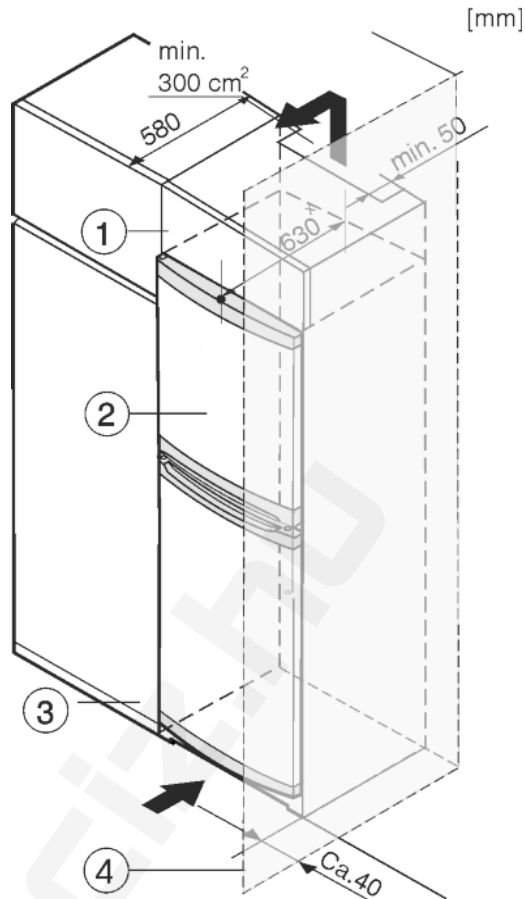

Fig. 8
A készüléket körbe lehet építeni konyhaszekrényekkel. Rá lehet szerelni egy rátétszekrényt *Fig. 8 (1)*, hogy a készüléket *Fig. 8 (2)* a konyhabútorok magasságához igazítsa.
Ha a berendezést (max. 580 mm mélységű) konyhaszekrényekkel építi körül, akkor közvetlenül a konyhaszekrény *Fig. 8 (3)* mellett is felállíthatja. A készülék oldalirányban 34 mmx, a közepétől pedig 50 mmx távolságban nyúlik túl a konyhaszekrény előlapjához képest.
Mikor a berendezést a csuklópántokkal egy fal *Fig. 8 (4)* mellett állítja fel, akkor a berendezés és a fal közti távolság legalább 40 mm legyen. Ez nyitott ajtó esetén megfelel a fogantyú túlnyúlásának.